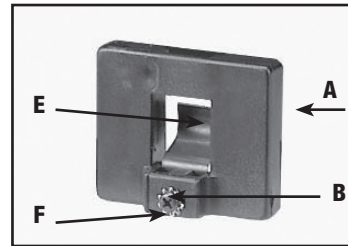
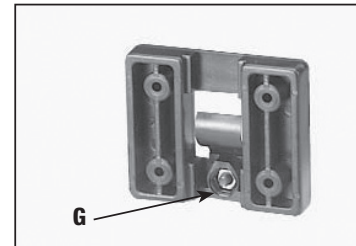

Fig. 19
Fig. 20
1. Fixe o grampo de pressão (E) Fig. 19 no prendedor do graminho (A) usando um parafuso de cabeça cônica de M4x.7x10mm (F), arruela de pressão do dente externo de 3/16" (B) e uma porca sextavada de M4x.7.
OBSERVAÇÃO: A porca sextavada (G) Fig. 20 será ajustada no encaixe localizado na parte de trás do prendedor do graminho (A) Fig. 19 para manter o grampo de pressão (E) firme no prendedor.